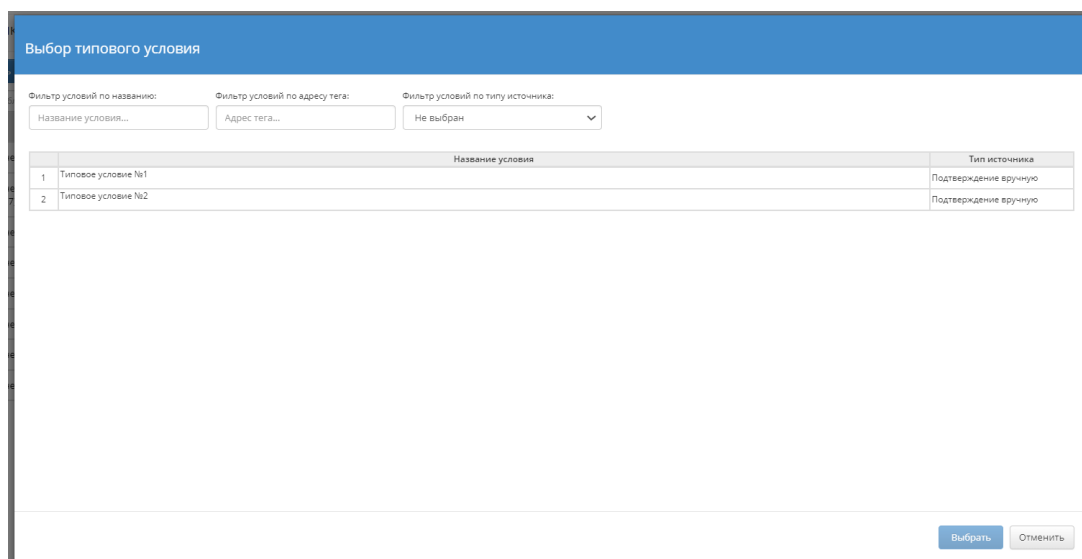

Рисунок 4.2-8– Модальное окно выбора типового условия
- При нажатии на кнопку с символом списка условий, будет вызвано модальное окно выбора типового условия для замены созданного условия типовым (Рисунок 4.2-8). В данном окне доступна фильтрация всех типовых условий из справочника по названию, адресу тега или источнику.
При действии согласно второму пункту и нажатии кнопки «Выбрать», Вы сразу увидите модальное окно выбора типового условия из списка (Рисунок 4.2-8).